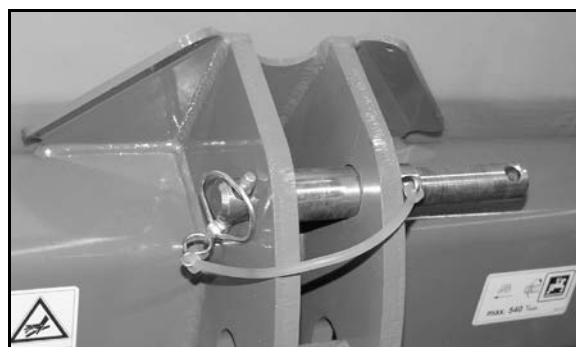

図 28
- 後方の (図 28/1) パーキング位置に旋回させます。
- 前方の (図 28/2) 走行位置に旋回させます。